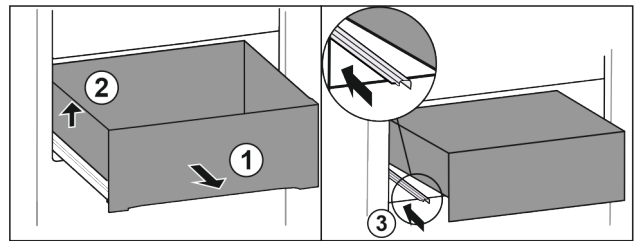

Fig. 106
- ▶ Estrarre il cassetto fino all'arresto. Fig. 106 (1)
- ▶ Sollevare il cassetto a sinistra. Fig. 106 (2)
- ▶ Inserire la guida sinistra. Fig. 106 (3)